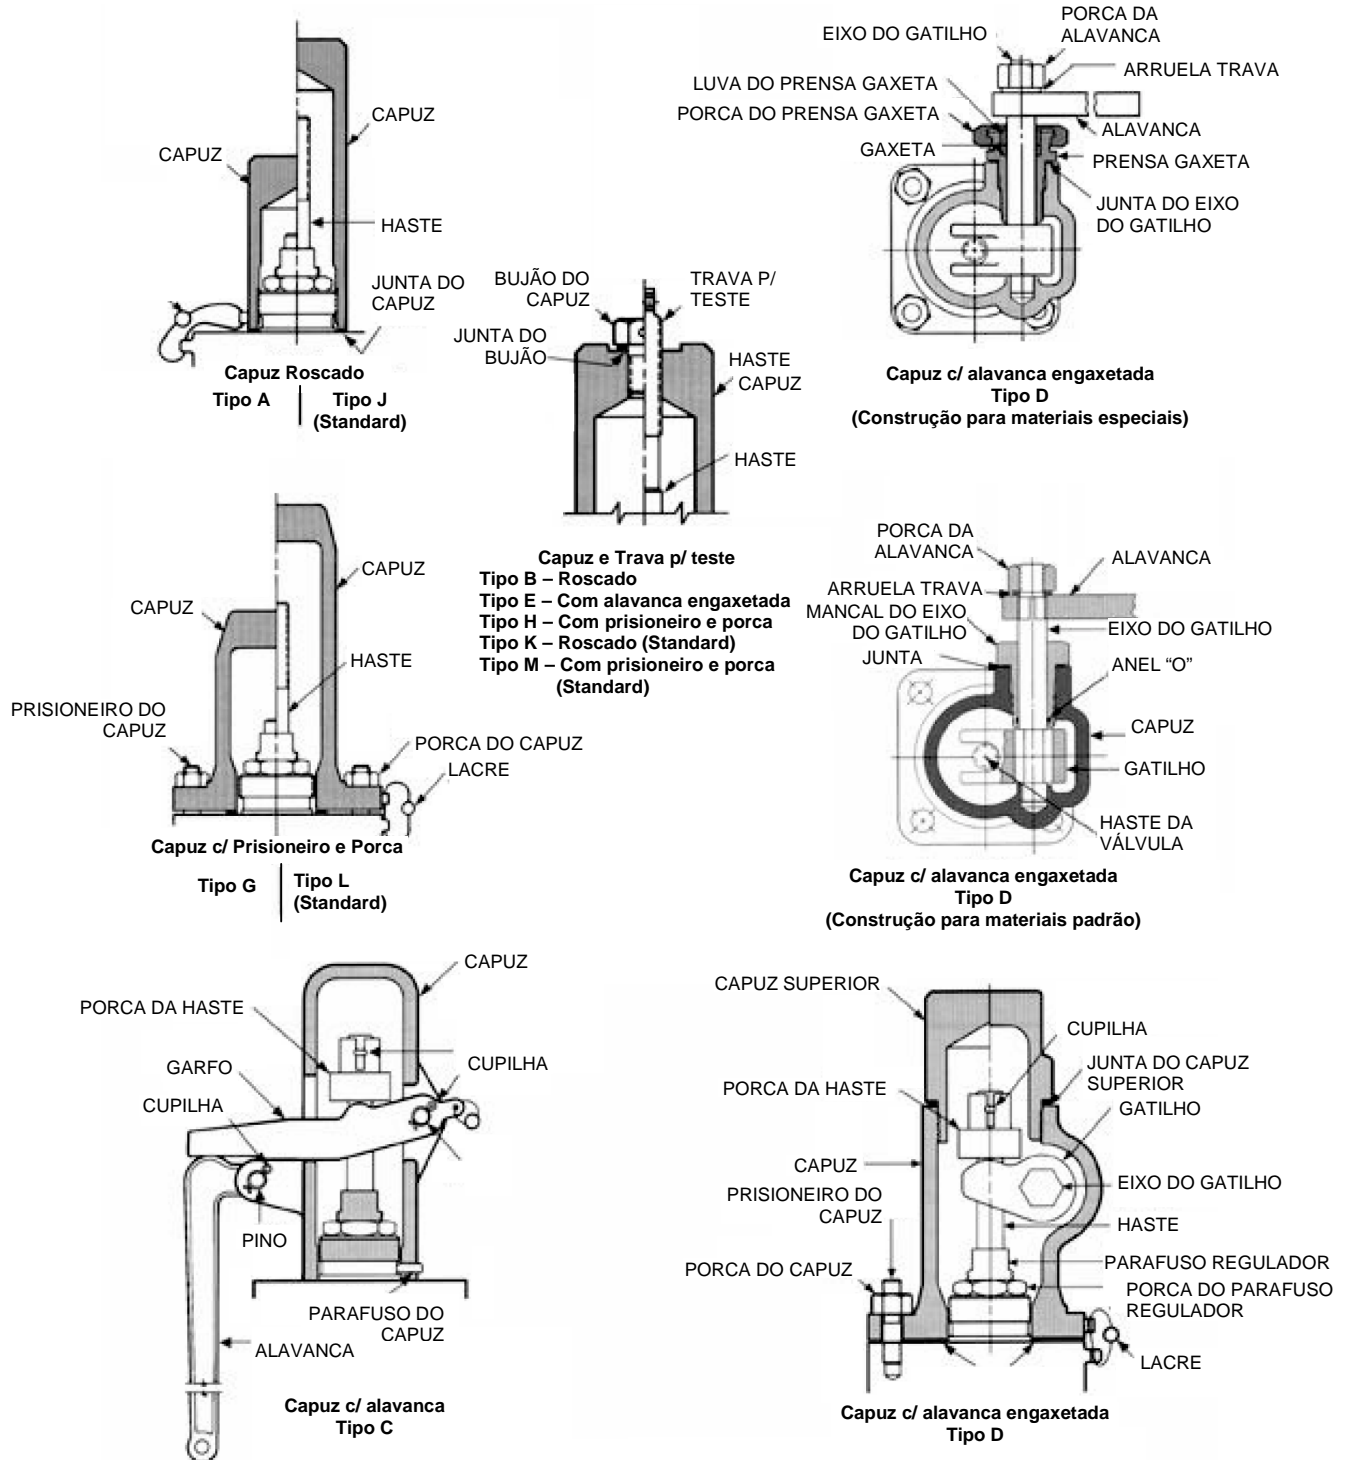

FIGURA 10 – CAPUZES E ALAVANCAS
- Tenha certeza de que a porca (25) do parafuso regulador está travada.
- Instale o capuz ou o mecanismo de alavanca. Vide a figura 10.
As válvulas de alívio de pressão modelo JOS-E, JBS-E e JLT-E são fornecidas com diversos capuzes e mecanismos de alavanca. Em seguida é descrita a montagem dos tipos de construção disponíveis (a desmontagem é inversa à montagem). Para a identificação das peças vide a figura 10.